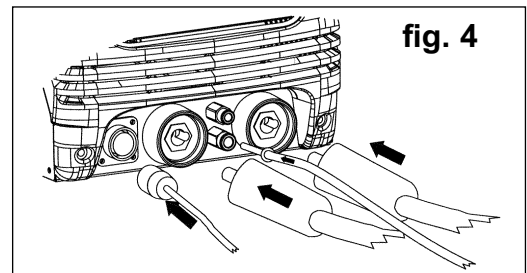

fig. 4
6.4. AIR PULLER & GROUND CABLE CONNECTION (fig 4)